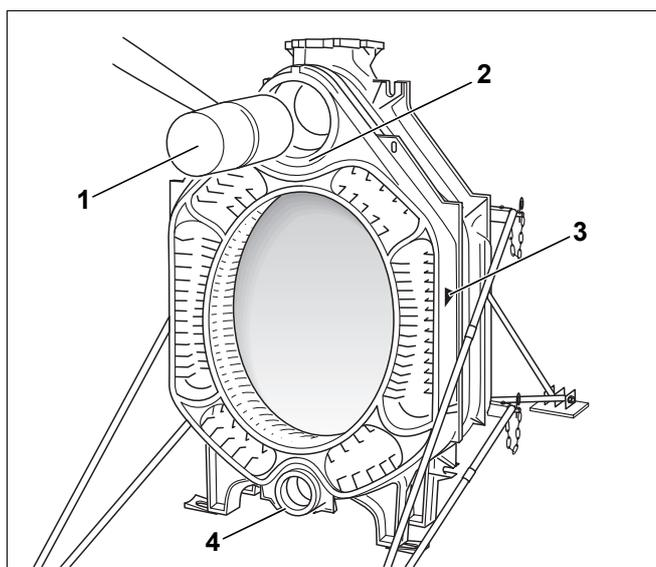

Bild 18 Mittelglied anschlagen
- ▶ Mittelglied mit der oberen und unteren Nabe (Bild 18, **Pos. 2** und **4**) auf die Nippel im Hinterglied setzen, wobei der Einbaurichtungspfeil (Bild 18, **Pos. 3**) nach hinten zeigen muss.
- ▶ Erstes Mittelglied mit einem Holz- oder Hartgummihammer (Bild 18, **Pos. 1**) an das Hinterglied anschlagen.